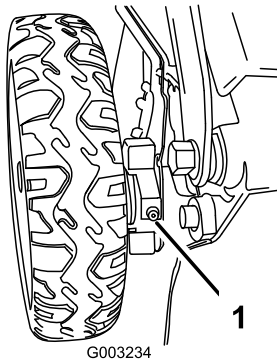

Figure 32
1. Essayez les graisseurs situés juste à l'intérieur des roues arrière avec un chiffon propre (Figure 32).